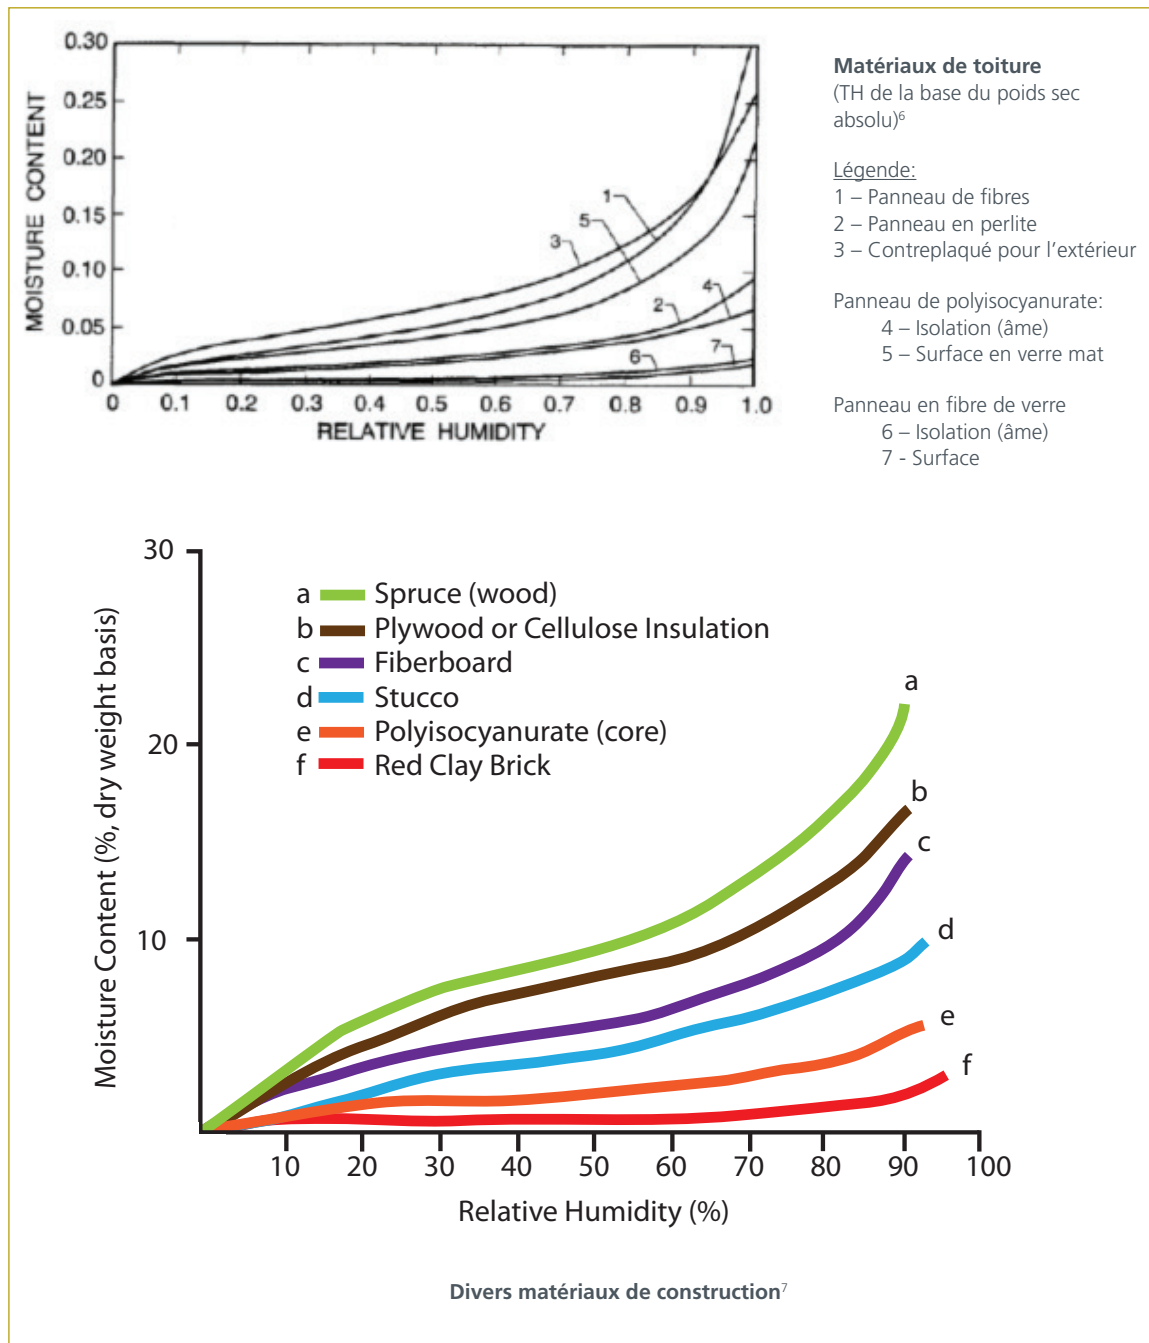

Figure 2. Exemple d'isothermes d'adsorption hygroscopiques des matériaux de construction courants.
Le second procédé de l'interaction d'un matériau avec l'humidité est « hygroscopique », ce qui, comme mentionné précédemment, concerne la fixation des molécules d'eau sur les surfaces internes des pores des matériaux. L'adsorption est la prise d'eau dans le domaine hygroscopique et la désorption est la libération de l'humidité dans le domaine hygroscopique. Ce processus est illustré dans les isothermes d'adsorption hygroscopiques de la figure 2 pour
Dans le tableau (1) de la figure 2 ci-dessus, on voit que l'isolant de polyiso (matériau no 4) est un matériau ayant un niveau relativement élevé de sorption ou d'hydrophilie comparé à d'autres matériaux de construction courants. Il est également intéressant de noter qu'à un niveau d'exposition à l'humidité relative de 100 %, la teneur en humidité (poids sec) est d'un maximum de 0,06 (ou 6 %). En faisant la conversion à une base de teneur en humidité volumétrique, la valeur est de  $0,06 \times (2,1/62,4) = 0,002$  ou 0,2 % de teneur en humidité. Il s'agit d'une quantité relativement faible de prise d'humidité dans des conditions d'humidité relative importante. C'est environ le dixième de la quantité de prise d'humidité admissible selon l'essai normalisé d'immersion dans l'eau, lequel sera abordé plus loin. D'après les documents scientifiques\*, cette quantité de prise d'humidité dans des conditions d'humidité importante continue à avoir un impact d'environ 10 % tout au plus sur les propriétés thermiques.